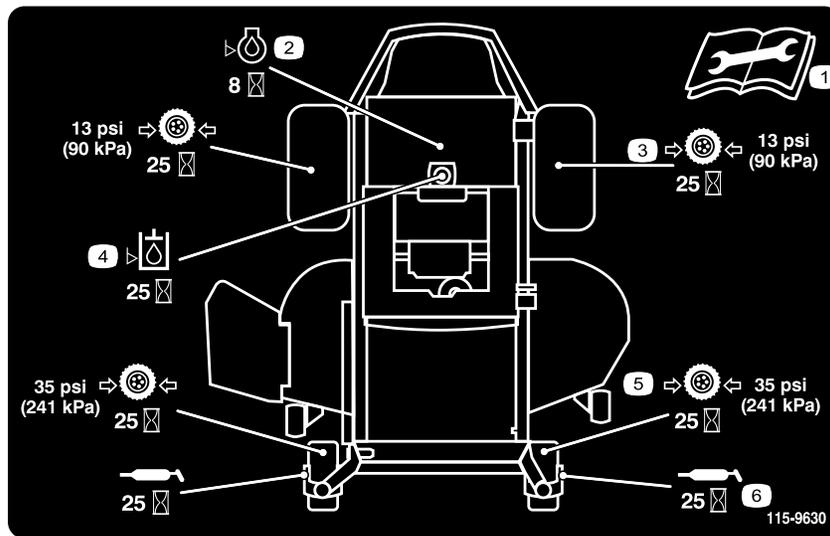

Figure 33
3. Nettoyez les graisseurs (Figure 33 et Figure 34) à l'aide d'un chiffon. Grattez la peinture qui pourrait se trouver sur le devant des graisseurs.
4. Raccordez une pompe à graisse à chaque graisseur (Figure 34 et Figure 33). Injectez de la graisse dans les graisseurs jusqu'à ce qu'elle commence à sortir des roulements.